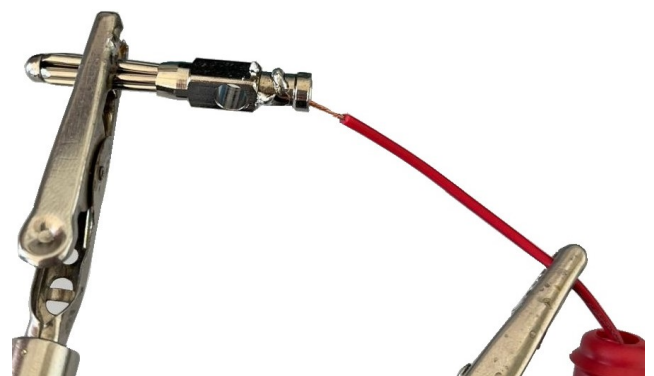

Abb. 14: Löten des roten Kabels an den roten Stecker
- (23) Wiederholen Sie die Schritte mit dem roten Kabel und dem **BÜSCHELSTECKER ROT** (Abbildung 14).